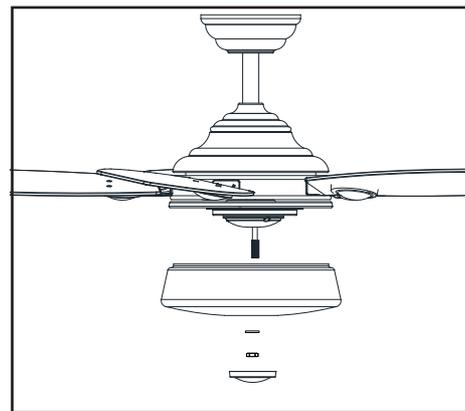

Figura 15
5. Retira la arandela de goma, la tuerca hexagonal y el remate de la boquilla roscada del conjunto del soporte del kit de luces. Coloca el tazón de vidrio sobre la boquilla roscada. Vuelve a instalar la arandela de goma, la tuerca hexagonal y el remate en la boquilla roscada para asegurar bien el tazón de vidrio. (Figura 15)